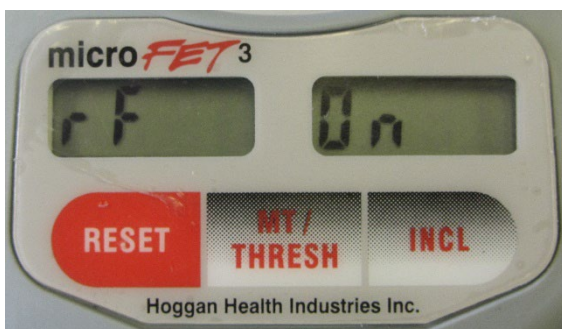

Figure 9 : Configuration du mode sans fil
- Pour activer le mode sans fil, maintenez le bouton MT/THRESH (TM/SEUIL) enfoncé pendant dix (10) secondes.
- Le dispositif passe en mode configuration de l'unité de mesure de la force après cinq (5) secondes, continuez à maintenir le bouton MT/THRESH (TM/SEUIL) enfoncé jusqu'à ce que l'écran de gauche indique « rF ». Il s'agit du menu de configuration sans fil (voir figure 9).